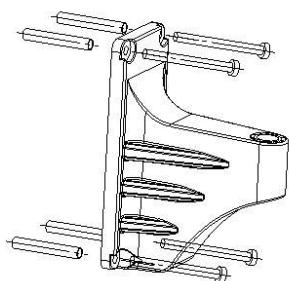

Fig.1
4. Fixez le support avec quatre vis autotaraudeuses en conséquence, (Fig.1).